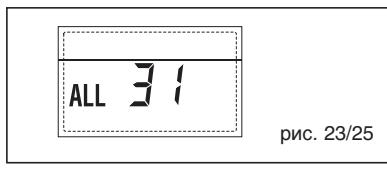

рис. 23/25
- НЕПОЛАДКА КОНФИГУРАЦИИ ТРЁХЗОННОЙ УСТАНОВКИ "ТРЕВ 32" (рис. 23/26)